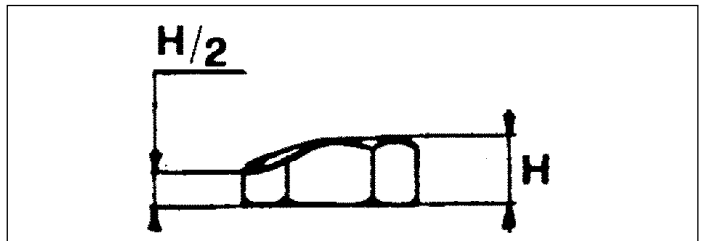

Fig. 24
- il **dado di serraggio** é usurato: se l'altezza del dado é 1/2 della altezza originaria (fig.24).